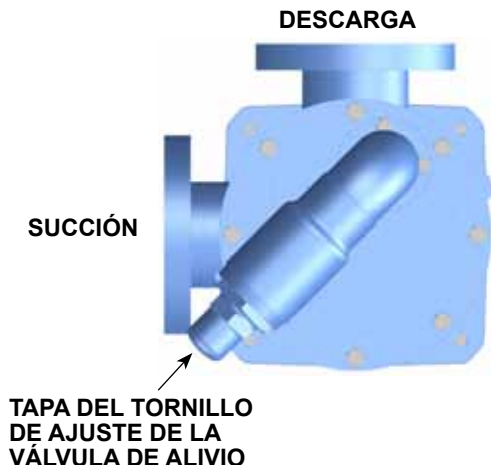

FIGURA 2
4. La tapa del tornillo de ajuste de la válvula de alivio siempre debe apuntar hacia el lado de succión de la bomba, consulte la **Figura 2**. Si se invierte la rotación de la bomba, retire la válvula de alivio y gírela en 180° (consulte “Rotación de la bomba” en la página 10).